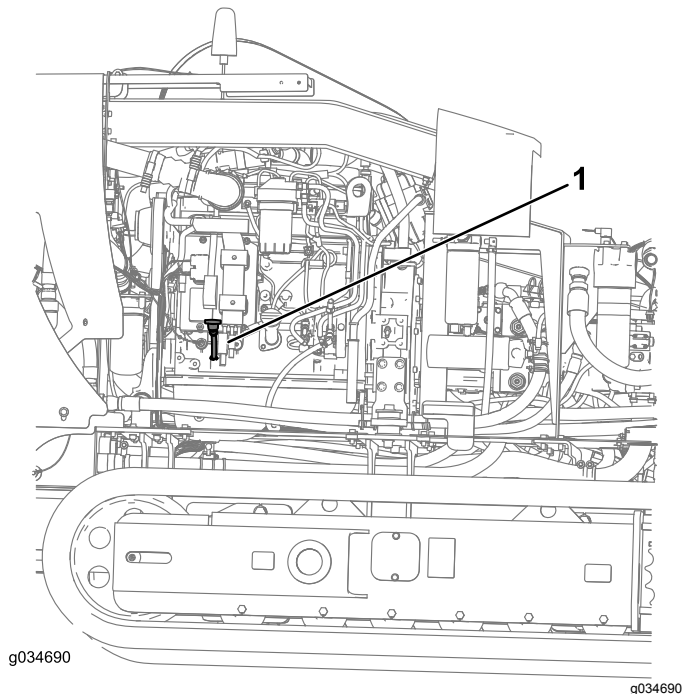

**Bild 91**
3. Nehmen Sie den Peilstab (Bild 91) heraus und wischen Sie ihn sauber.